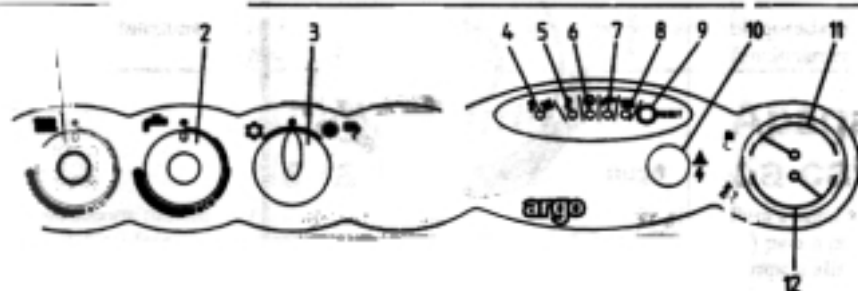

figura 1
Importante: Per abilitare le funzioni del telecomando è necessario che il selettore (3) di figura 1 sia posizionato in ESTATE (☀️). In tale caso le spie di funzionamento caldaia (7 e 8 figura 3) lampeggeranno in caso di richiesta calore rispettivamente in riscaldamento o sanitario. I dispositivi per la regolazione delle temperature (1 e 2 di figura 1) non sono abilitati.
Importante: para habilitar as funções do telecontrol é necessário que o selector (3) da figura 1 esteja posicionado em VERÃO (☀️). Em tal caso as espas de funcionamento da caldeira (7 e 8 figura 3) lampearão no caso de pedido de calor respectivamente em aquecimento ou sanitário. Os dispositivos para a regulação das temperaturas (1 e 2 da figura 1) não estão habilitados.